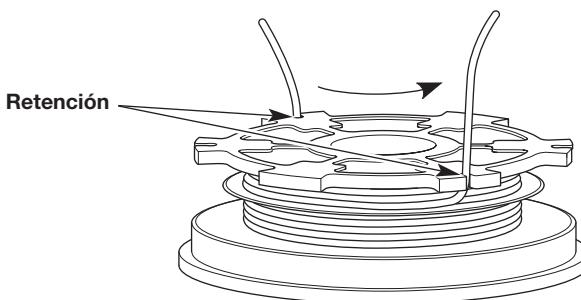

Fig. 15
3. Inserte las dos secciones de 6 pulgadas dentro de las dos ranuras de retención de 0.080 (Fig. 15).
4. Inserte las dos secciones de 6 pulgadas dentro de las dos ranuras de retención de 0.080 (Fig. 15).